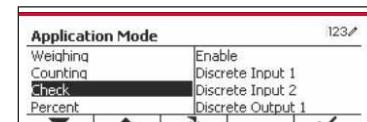

Figure 62
- Avec le bouton correspondant à l'icône ▼, descendez dans la liste et mettez en surbrillance le mode d'application. Accédez dans ce sous-menu en appuyant sur le bouton correspondant à l'icône ✓. (Voir Figure 62)